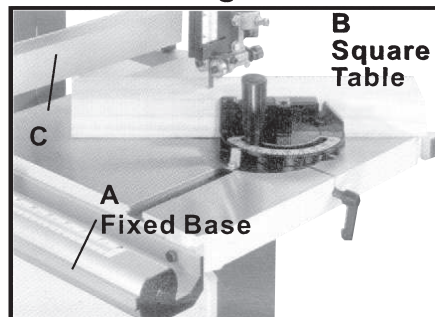

Fig. 4
1. Montez le rail avant (A, Fig.4) sur la table fonte grâce aux 2 vis six pans M6x20, et rondelles. ☐
2. Montez le rail arrière (B, Fig.4) sur la table grâce aux 2 vis CHC M6x16 ☐
3. Montez le guide (C, Fig.4) sur le guide avant et le faisant glisser sur le profilé aluminium. ☐